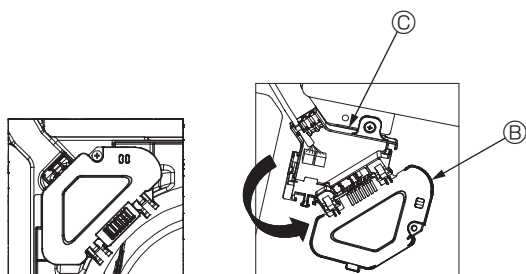

Fig. 7-5
- ③ Снимите один винт, которым крепится крышка коннекторной коробки, а затем откройте крышку. (Fig. 7-5)
- ④ Поместите переходное соединительное устройство проводных линий в коннекторную коробку.
- ⑤ Установите крышку проводов и крышку коннекторной коробки.